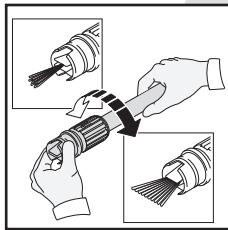

Fig. 7
- Cuando se usa la lanza ajustable de rocío, la pauta de rocío e intensidad pueden ser controladas según enchufar de agua necesitada para cada tarea torciendo la boca de rocío en el fin distante de la lanza (Fig. 7). Estos pueden ser utilizados para hojas o escombros generales de superficies o limitar planos. Esta lanza tiene la gran variedad de aplicaciones como el grado de ventilador tiene en cuenta la presión buena de impacto y limpieza alcance.